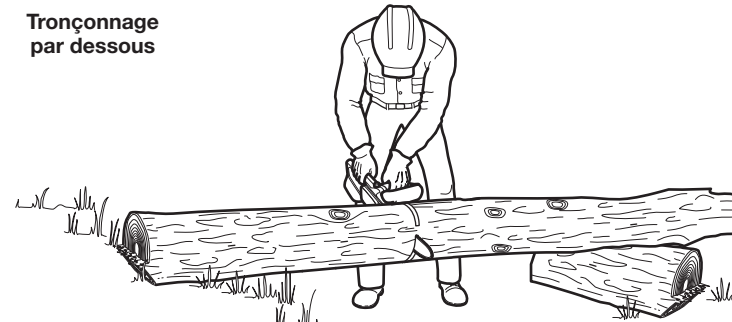

Fig. 25
1. Commencez à couper par le bas, avec le haut de la chaîne de la tronçonneuse contre le bas de la bûche (Fig. 25).